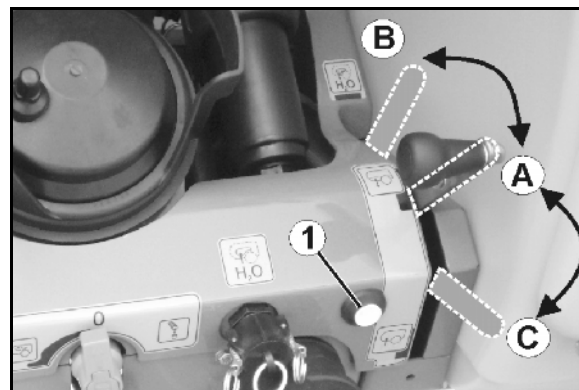

Fig. 104
- tasterne i betjeningsfeltet (Fig. 104/1).